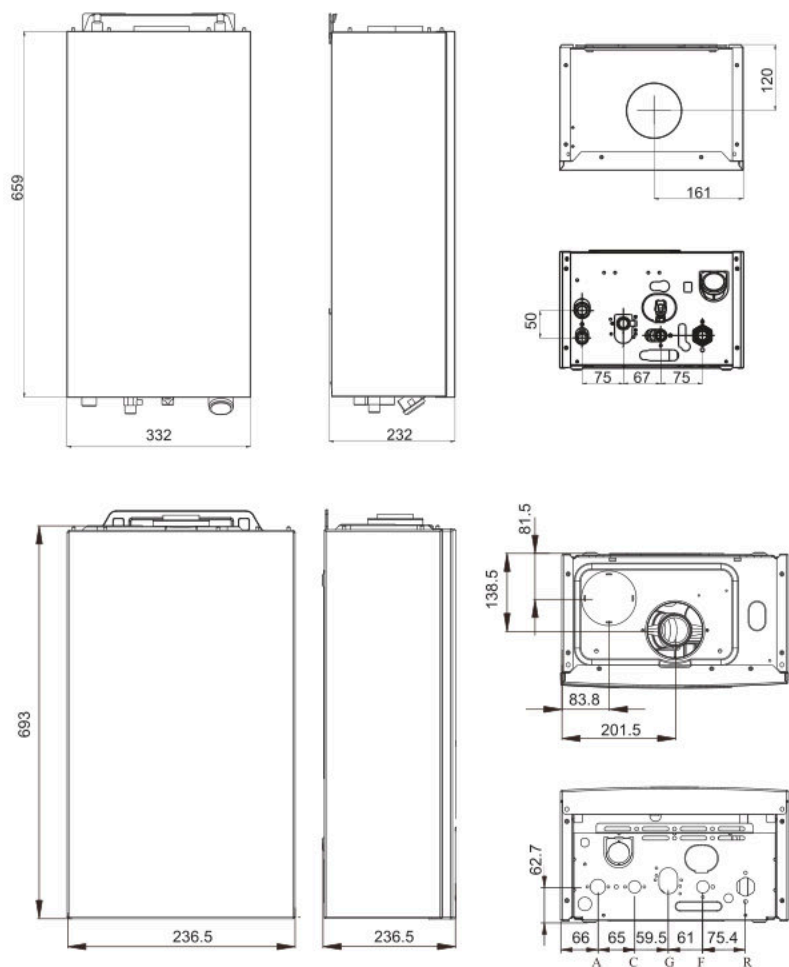

Рис. 1
3.4 Габариты и присоединительные размеры изделия (Рис. 1, Табл.2)